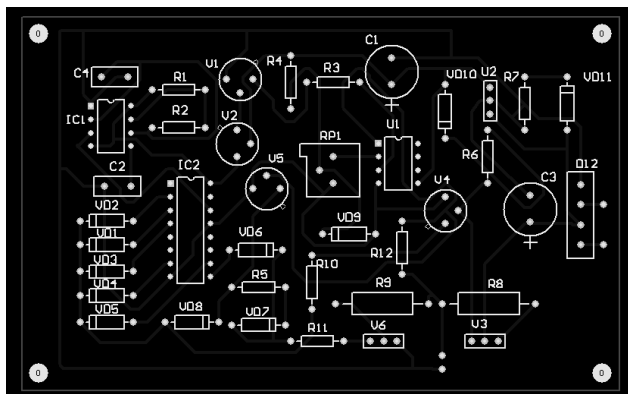

图 3.5.6 放置定位螺孔
(2) 到图纸的四角处,连续单击,这时放置的就是定位螺孔。稍微调整螺孔位置,使其精确定位,如图 3.5.6 所示。